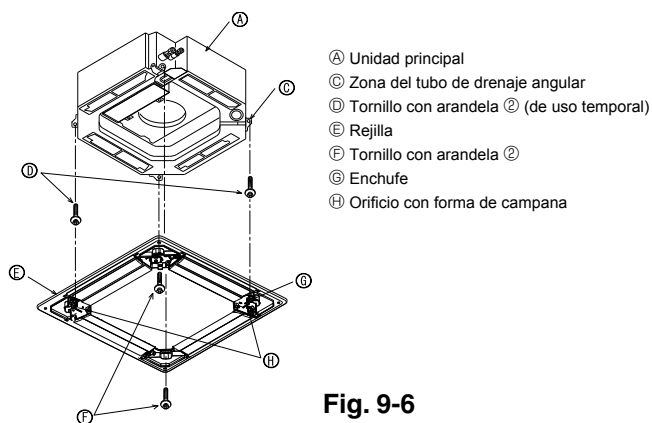
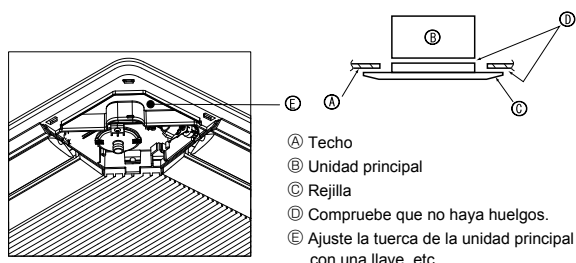

Fig. 9-6
Fig. 9-7
9.4.2. Instalación temporal de la rejilla (Fig. 9-6)
- Asegure la rejilla de forma temporal con los orificios en forma de campana; para ello coloque el enchufe de la rejilla ⑥ en la esquina del tubo de drenaje de la unidad principal.
9.4.3. Fijación de la rejilla (Fig. 9-7)